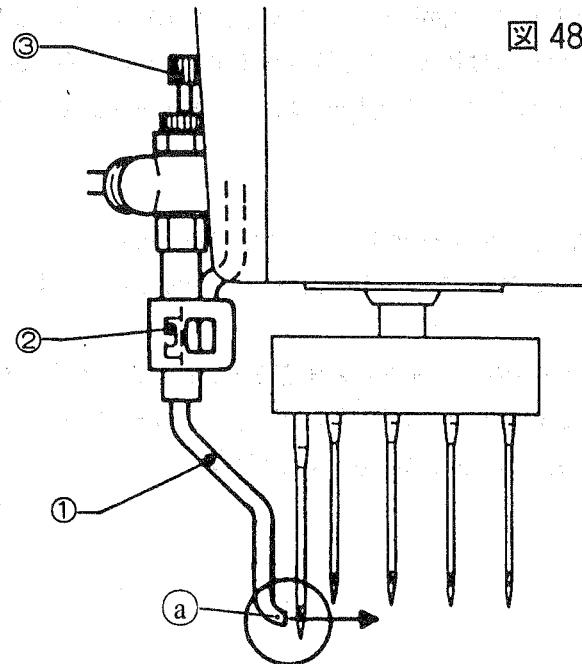

図 48
(1)エアーウィパーの高さの調節 (図 48~49)
(2)エアー吹き出し量の調節 (図 48)